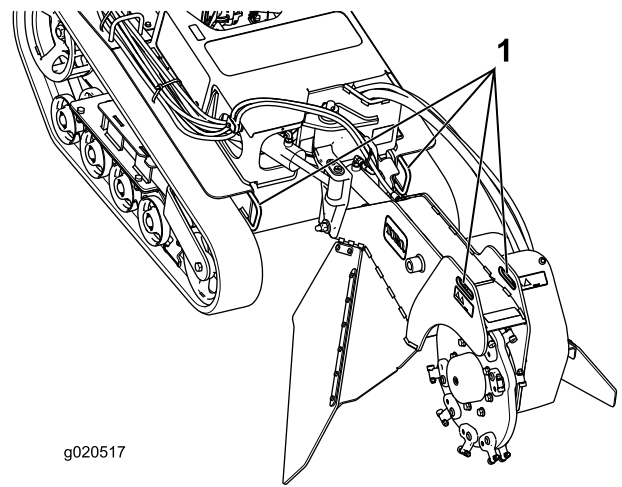

図 22
3. マシンの前後にあるロープ掛けポイントを利用して、ロープやチェーンなど適切なものでトレーラに機体を固定する 図 22 と 図 23。
ロープ掛けポイントを吊り上げポイントとして利用することができます 図 22 と 図 23。